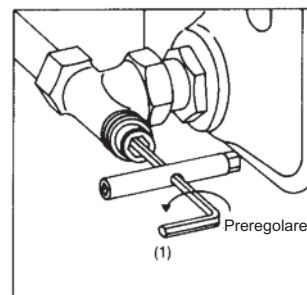

Fig. 2
- 1.3 Impostare la prerogolazione girando il cono con la chiave a brugola da 4 (1) in senso antiorario per il numero di giri indicati nel diagramma, (Fig. 2).
- 4.5 Con chiave a brugola da 4 (1) aprire girando in senso antiorario il cono valvola (Fig. 2) e sfiatare il radiatore.